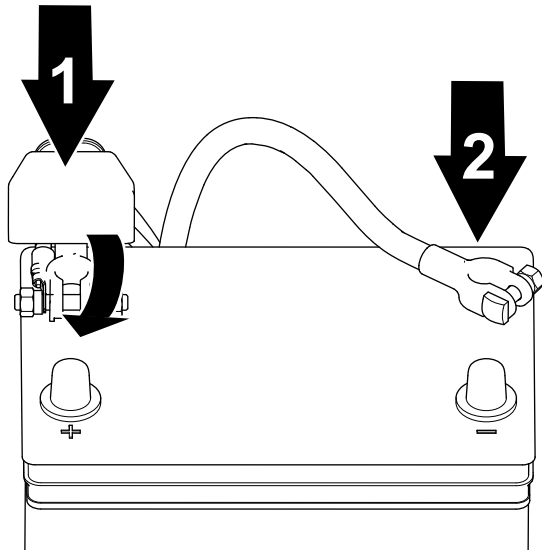

Рисунок 90
1. Подсоедините положительный кабель к аккумулятору и затяните зажимную гайку аккумулятора (Рисунок 90).
2. Подсоедините отрицательный кабель к аккумулятору и затяните зажимную гайку аккумулятора (Рисунок 90).